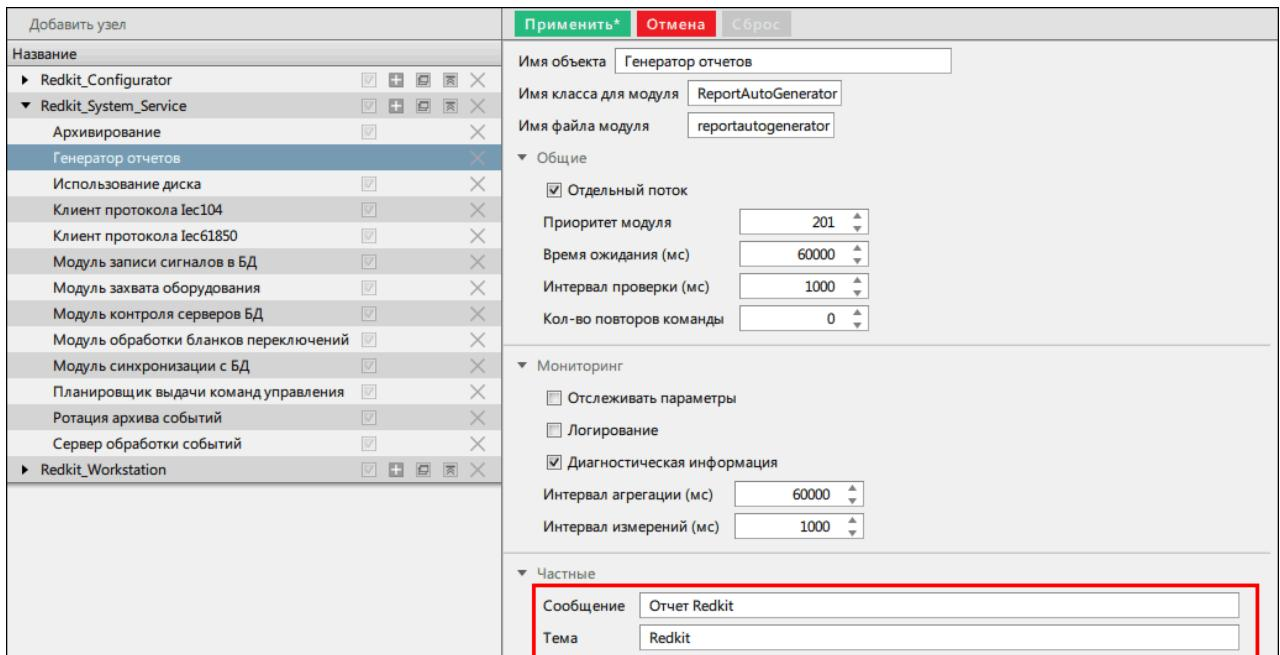

Рисунок 333 - Настройки модуля «Генератор отчетов»
2. В модуле Генератор отчетов впишите тему письма с отчетом и сообщение, прикрепленное к отчету (Рисунок 333).